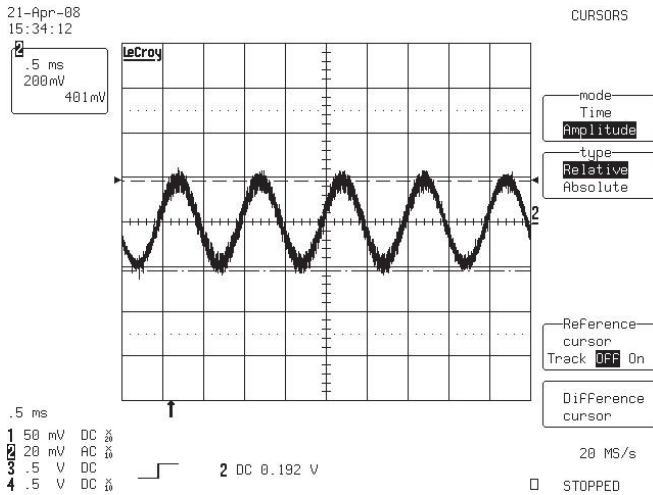

图 20 AV 伴音输出运放输入信号波形
4、频率为 1KHz 的伴音信号输出，运放 U47 输入端（或 C244、C243 处）波形（工厂 TV 白场信号下测试，以下伴音测试均如此）如图 20 所示。